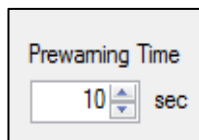

图 4-3 预警时间
- 1) 如**图4-3**所示，在预警时间栏内输入所需时间，预警时长最大为180秒。